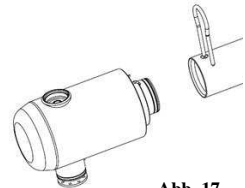

Abb. 17
- Drücken Sie mit der Gabel die Arretierstifte hinein und ziehen Sie mit leichten Drehbewegungen das Ausgangsstück und das Eingangsstück ab. (Abb. 17+18)